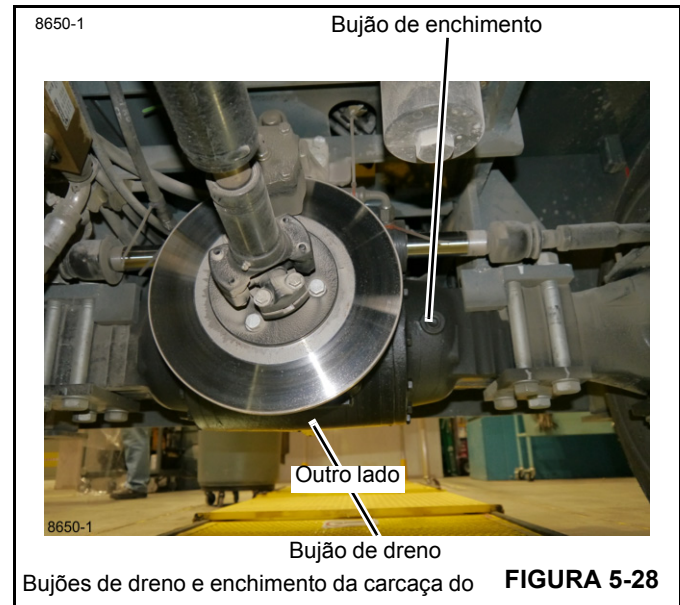

FIGURA 5-28
1. Limpe em torno do bujão de enchimento na carcaça do eixo (Figura 5-28). Remova o bujão.